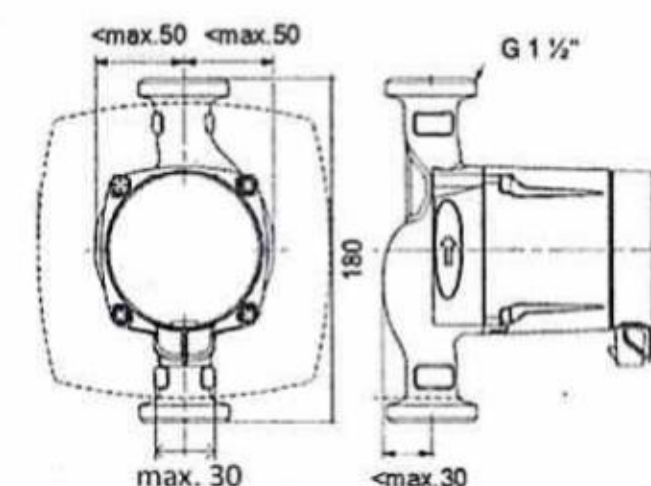

Рис.9: Максимальные размеры насоса
7. Насосы любого производителя (макс. размеры см. Рис. 9)!